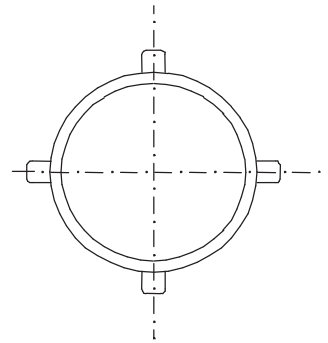

Abb. 4
- 9.3. Überprüfung, ob die Messkapsel in ihre vorgesehene Anschlusschnittstelle hineinpasst: Kennzeichnung = **IST**. Sicherstellen, dass es sich tatsächlich um einen Koax-Anschluss (Einrohranschlussstück) und einen Messeinsatz mit 4 Nocken handelt (siehe Abb. 4).